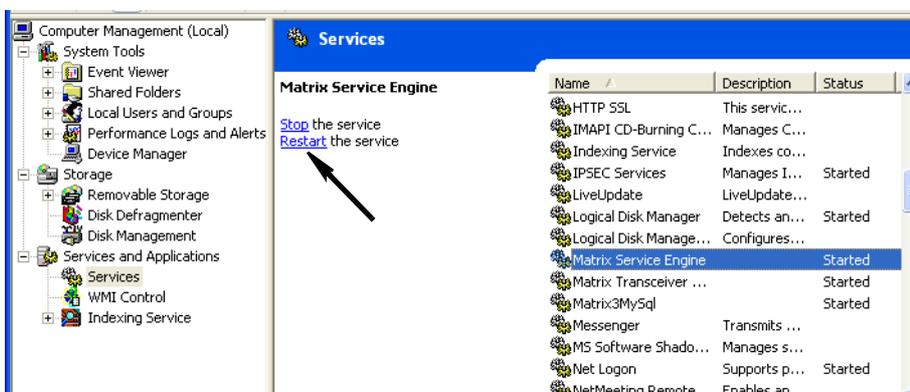

ABB. 43
- k. Klicken Sie auf den Link „Dienst neu starten“ (ABB. 43).